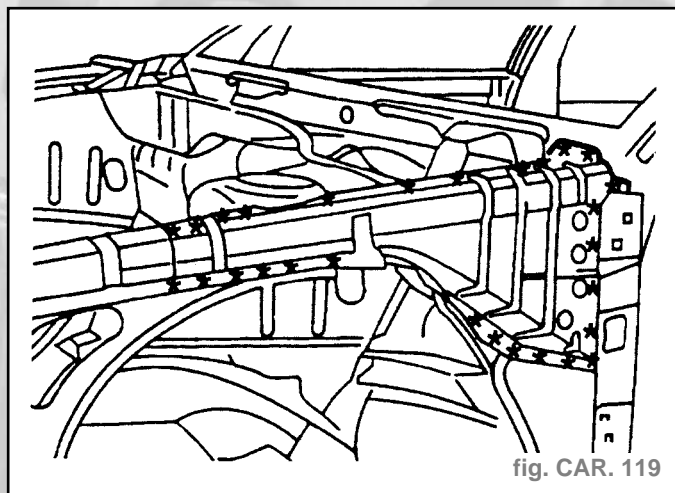

fig. CAR. 119
- Découper par fraisage des points (fig. CAR. 119).